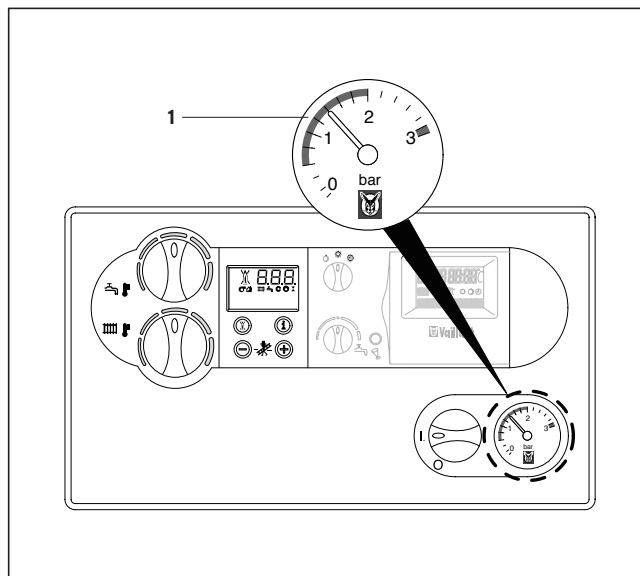

Fig. 3.4: Comprobar la presión del agua
3.2.2 Comprobar la presión del agua (Fig. 3.4)